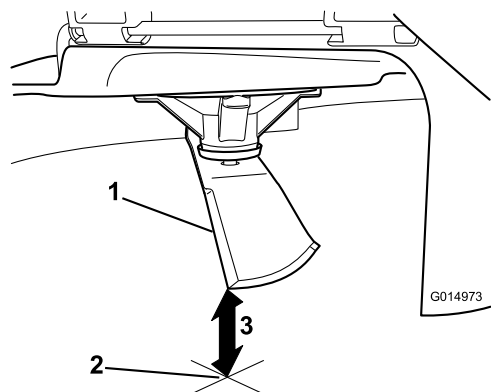

Figura 90
5. Mida desde la punta de la cuchilla hasta la superficie plana (Figura 90).